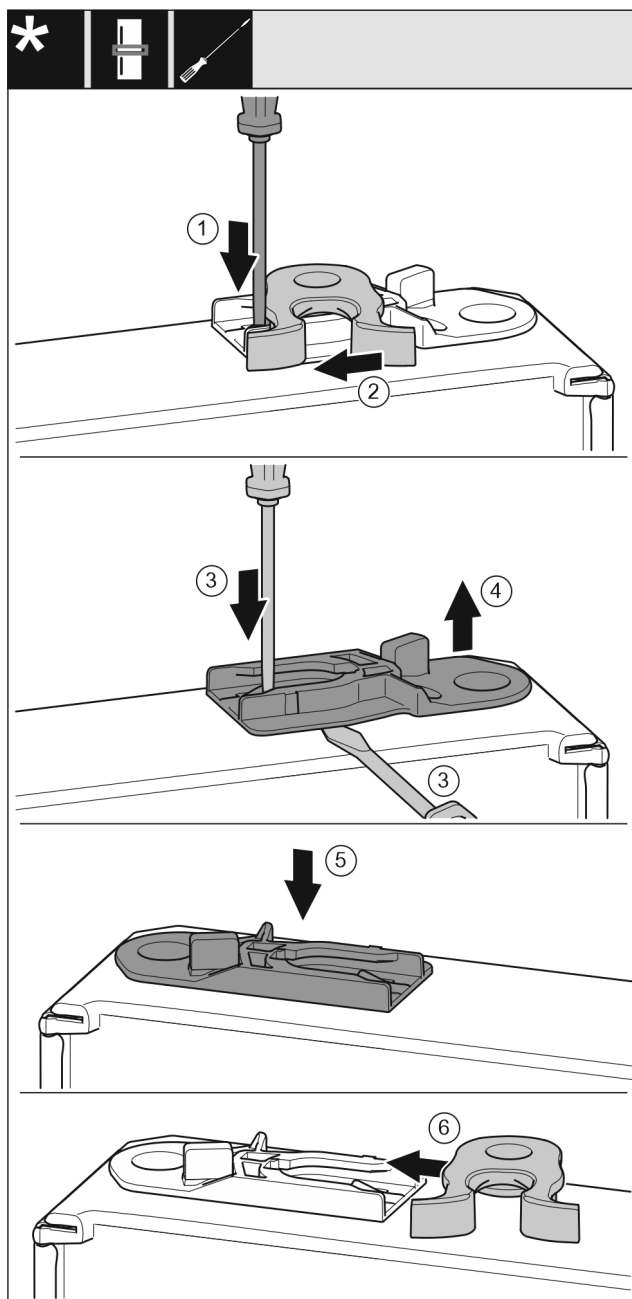

Fig. 20
- ▶ Strip Fig. 20 (1) met een platte schroevendraaier omlaag drukken.
- ▶ Sluithaak Fig. 20 (2) uit de geleiding trekken.
- ▶ Geleidebus Fig. 20 (3, 4) uittrekken: Strip met platte schroevendraaier indrukken en gelijktijdig een platte schroevendraaier onder de geleidebus plaatsen.
- ▶ In de leveringsomvang meegeleverde geleidebus Fig. 20 (5) in de andere behuizingszijde schuiven.
- ▶ Sluithaak Fig. 20 (6) in geleiding schuiven.